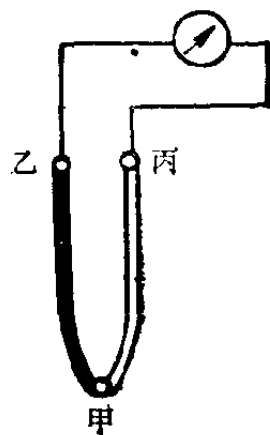

图 1-4 热电偶温度计示意图
3. 热电偶温度计（见图 1-4）把两根不同材质的金属丝的一端甲焊在一起作为热电偶，另一端乙和丙用两根导线接到检流计上（图 1-4）；把甲端放在高温地点，乙端和丙端放在室温不变的地点，这样由于冷端和热端的温度差，在不同金属的乙、丙两端间就产生了热电势，导线上就有电流流过，电流流过检流计就使指针移动。热点的温度越高，热点和冷点的温差越大，产生热电势越高，电流越大，指针移动得也越多。热电势用直接刻有温度单位（ $t^{\circ}\text{C}$ ）的二次仪表（如毫伏计）来测量。测量范围为 $100\sim 1500^{\circ}\text{C}$ 。这种温度计相当准确，二次仪表可装于远距热电偶的地点；可用切换方法，以一个仪表测量几处的温度。它可用来测量蒸汽温度、炉膛温度，管子退火时测量熔铅的温度等。